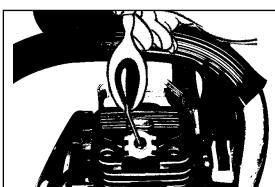

Рис. 19
5. Влейте в камеру зажигания 1 чайную ложку чистого моторного масла для 2-тактных двигателей. Слегка потяните за шнур стартера несколько раз, чтобы масло как следует распределилось внутри. Замените свечу зажигания (Рис.19).